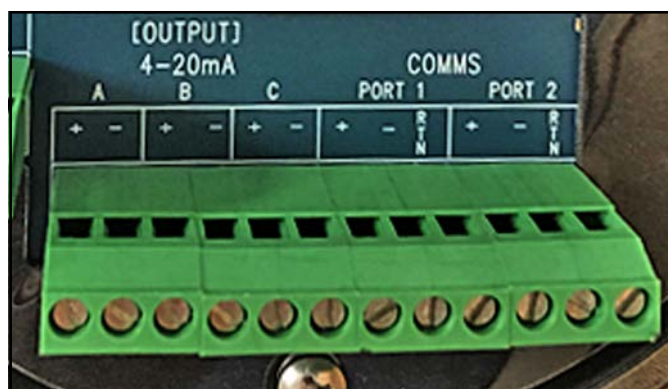

図 28: 入出力接続
- RS-232 で使用する場合、RS-232 の TXD を (+) に、RS-232 の RXD を (-) に、RS-232 の GND を RTN に接続します（下の図 28 を参照）。